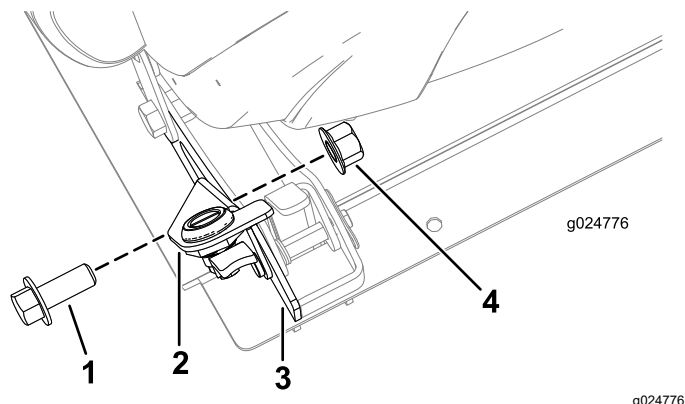

Figura 25
9. Sujete el soporte del enganche a la pestaña exterior del asiento con el tornillo de cabeza hexagonal (12 x 20 mm) y la contratuerca (12 mm), según se muestra en Figura 25.